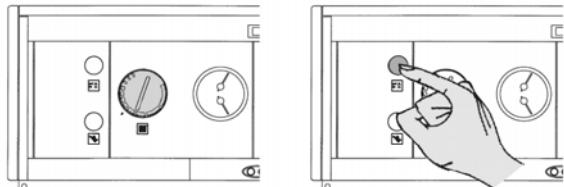

Fig. 4.7
- при изменении настройки терmostата котла (рис. 4.7);
- при выключении и последующем включении главного выключателя на панели управления (рис. 4.7);